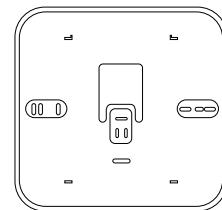
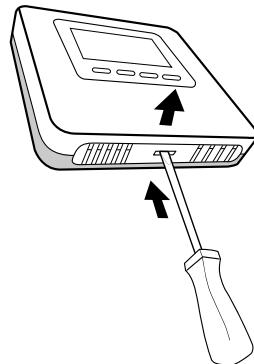

Fig. 10
Fig. 19
- Montați, dacă este necesar, placa de suport pe cutia electrică, din interiorul setului (Fig. 10).
Separăți baza de fixare exercitând o ușoară presiune pe limba din partea de jos (Fig. 19). Introduceți cele 2 baterii în compartimentul special conform sensului indicat pe aparat. Odată finalizată operațunea, repoziționați Senzorul de mediu introducând mai întâi partea de sus, apoi rotind către partea de jos și apăsând delicat. Senzorul de mediu execută o monitorizare continuă a nivelului de încărcare a bateriei, a cărei durată este de circa 2 ani. Atunci când bateria este aproape desărcată, ecranul afișează simbolul “” (Fig. 10).